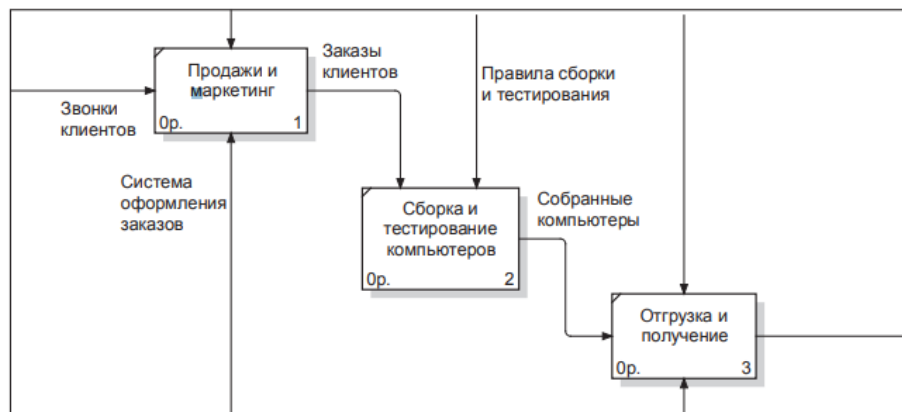

Рис.5. Внутренние стрелки на диаграмме A0
8. Создайте новые внутренние стрелки, как показано на рис.5.